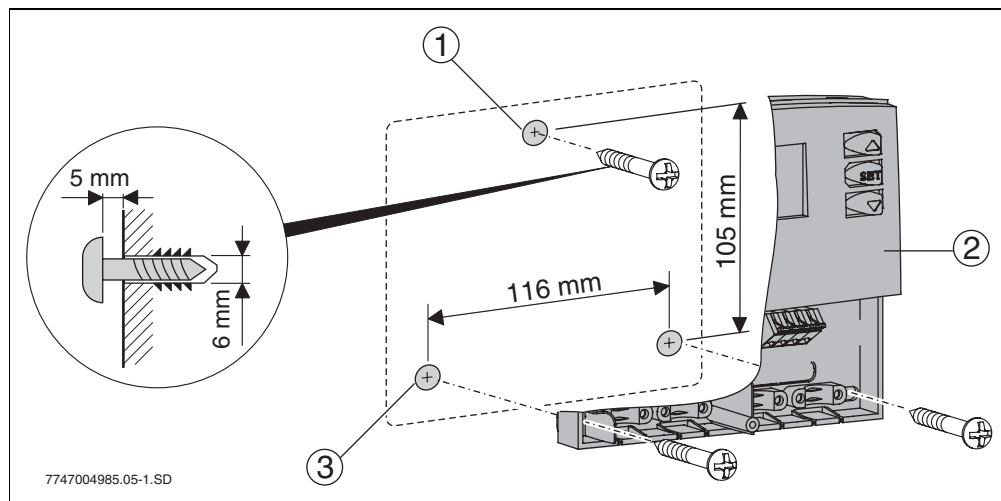

Bild 5 Wandmontage des Reglers
- Oberes Befestigungsloch (→ Bild 5, Pos. 1) bohren und beiliegende Schraube bis auf 5 mm ein-drehen.
- Untere Befestigungslöcher (→ Bild 5, Pos. 2) anzeichnen, Löcher bohren und Dübel einsetzen.